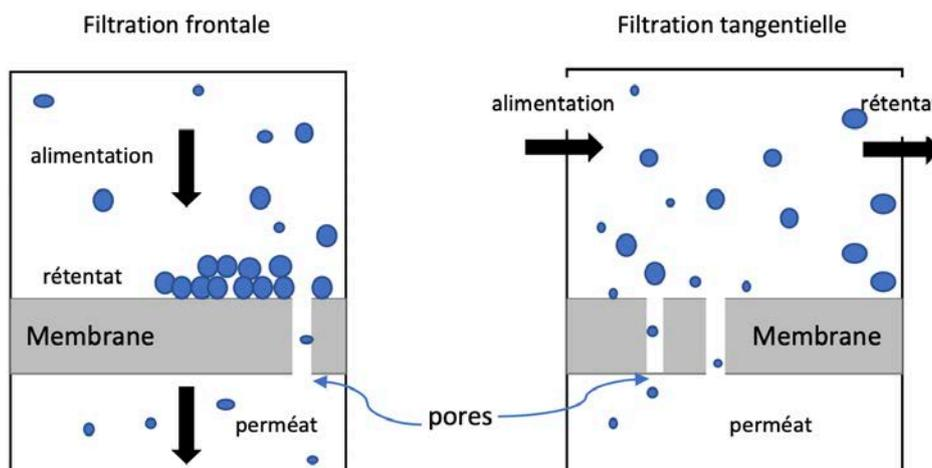

FIGURE 1 – Schématisation des procédés de filtration
**Q1.** Citer un exemple de dispositif de filtration frontale (figure 1) utilisé en travaux pratiques de chimie.